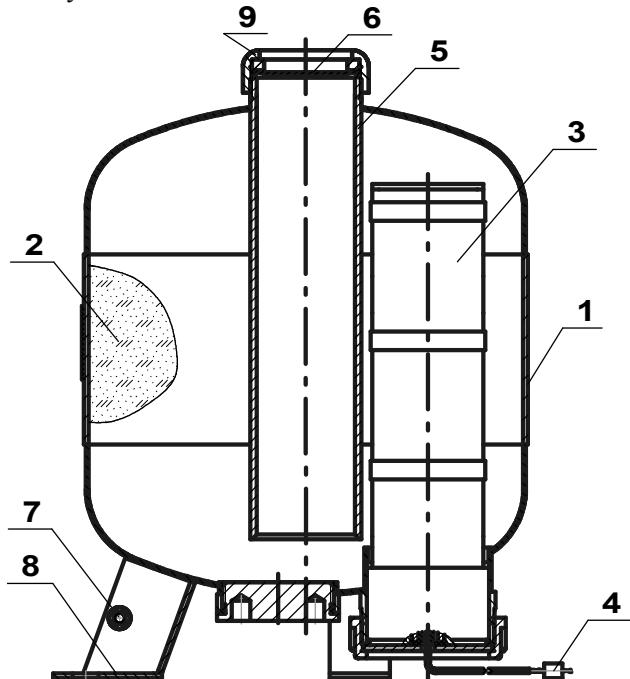

Рисунок 1
4.1.1 МПП (см. рисунок 1) состоит из корпуса **1**, в котором размещаются огнетушащий порошок (ОП) **2** и источник холодного газа (ИХГ) **3** с элементом электропусковым **4**. В верхней части корпуса находится насадок-распылитель **5**, который также выполняет функцию сифонной трубки при выпуске ОП из корпуса. Выходное отверстие насадка-распылителя перекрыто мембраной **6**. Модуль имеет заземляющий зажим **7**. В нижней части корпус МПП снабжен тремя опорами **8** для установки на полу.
7.3 При перезарядке и сборке сработавшего на тушение возгорания МПП необходимо заменить ИХГ (поз. 3 рисунок 1) ИХГ-10(М)-04 СИАВ 066614.022.000 ТУ, заполнить корпус МПП огнетушащим порошком и установить мембрану (поз. 6 рисунок 1), изготовленную по чертежу (рисунок 9) из листа АМцН2-0,5 ГОСТ 21631-76. После установки мембраны необходимо обеспечить момент затяжки гайки (поз. 9 рисунок 1) усилием (150 ± 10) Н·м.